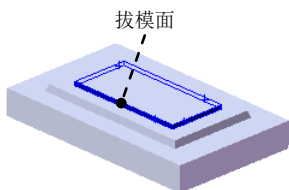
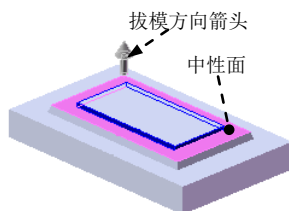

图 17.8.11 定义拔模面
图 17.8.12 定义拔模方向及中性面
Step6. 创建拔模 2。选择下拉菜单 **插入(I)** → **特征(F)** → **拔模(B)...** 命令; 选取图 17.8.12 所示的面为中性面, 选取图 17.8.11 所示的面为拔模面; 拔模方向如图 17.8.12 所示; 在 **拔模角度(A)** 区域的文本框后输入 20.0。